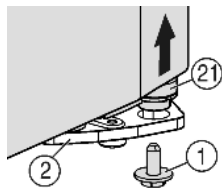
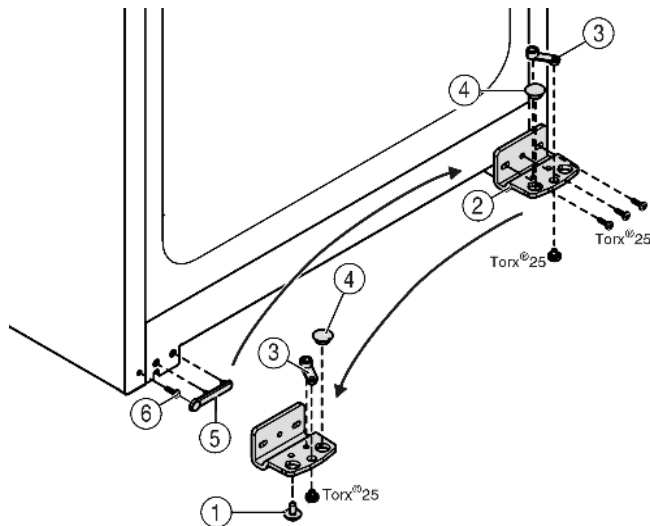

Fig. 4
Fig. 5
- ▶ Rechts onder aan de lagerbus de borgschroef *Fig. 4 (1)* uitdraaien.
- ▷ De lagerbout *Fig. 4 (21)* komt uit de lagerbus *Fig. 5 (2)* los.
- ▶ Indien de lagerbout *Fig. 4 (21)* niet los komt, de bout van onder naar boven drukken.
- ▶ Lagerbus *Fig. 5 (2)* losschroeven.
- ▶ Lagerdeel *Fig. 5 (3)* losschroeven en in het tegenoverliggende opnamegat van de lagerbus omzetten en weer vastschroeven.
- ▶ Stop *Fig. 5 (4)* uit de lagerbus verwijderen en in de tegenoverliggende opening van de lagerbus omzetten.
- ▶ Afdekking *Fig. 5 (5)* aan kant van de greep voorzichtig wegnemen.
- ▶ Schroef *Fig. 5 (6)* uitdraaien en aan de andere kant weer indraaien.
- ▶ Afdekking *Fig. 5 (5)* weer terugplaatsen.
- ▶ Lagerbus *Fig. 5 (2)* aan de nieuwe scharnierzijde evt. met behulp van een accuschroevendraaier weer **goed (met 4 Nm)** vastschroeven.
- ▶ Borgschroef *Fig. 4 (1)* onder in de lagerbout draaien en vastschroeven (**met 4 Nm**).